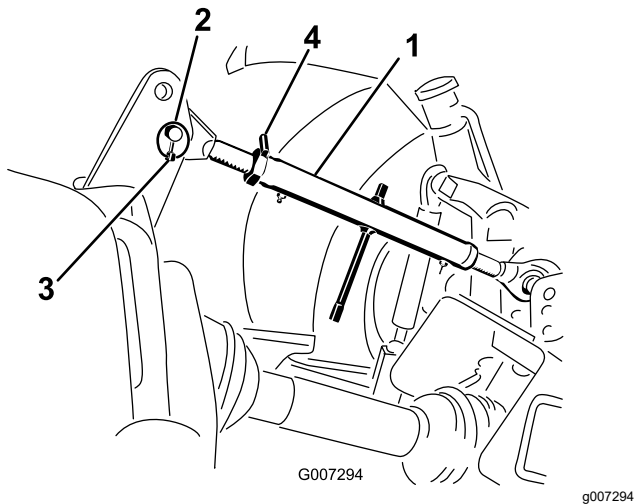

図 8
1. ブラケットの下穴に上リンクを接続して、リンクピンとリンチピンで固定する 図 8。
3. 上リンクを回してリンクを締める。機体前部のフレームが垂直になるように調整する 図 8。